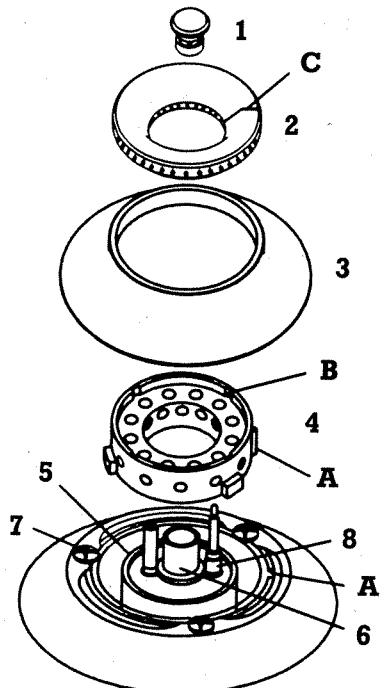

Fig. 9
6. Dévisser les vis de fixation de la plaque **7** (fig. 9) et déposer la plaque.
Remarque: Pour garantir la mise à la terre, il faut qu'une des vis de fixation **7** (fig. 9) soit freinée au moyen d'une rondelle-éventail. Sur chaque brûleur, visser légèrement les vis **7** (M 4 x 8). Serrer ces vis à fond uniquement après ajustage définitif. Poser les éléments de brûleur et la grille porte-casseroles (comme indiqué en fig. 9). Lors de l'assemblage des éléments de brûleur, veiller à ce qu'ils reposent correctement les uns sur les autres (voir page 26).
Enlever les grilles porte-casseroles, les bagues de brûleur, les couvercles de brûleur et les têtes de brûleur (voir fig. 9).